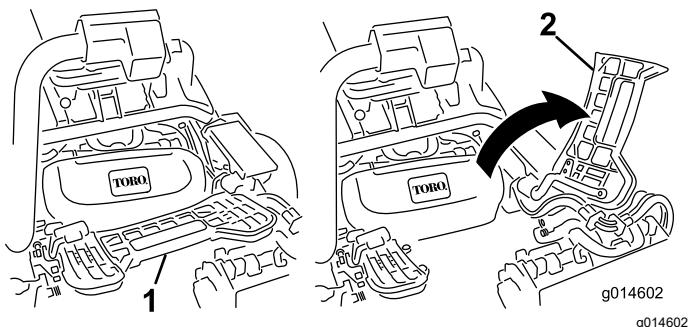

Figura 53
1. Sollevate il poggiapiedi e ruotatelo per aprirlo, creando accesso alla posizione dell'apparato di taglio centrale (Figura 53).